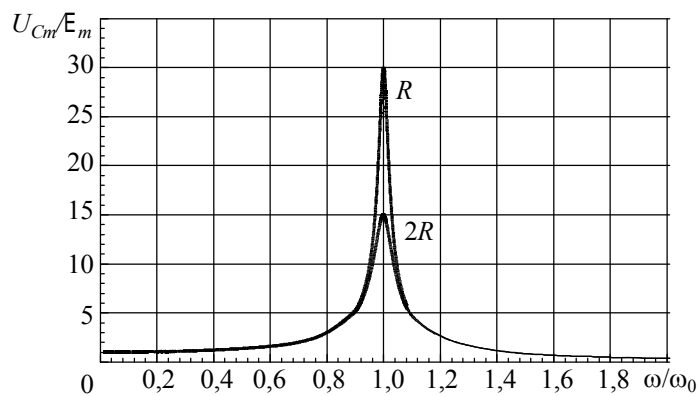

Рис.2. Амплитудно-частотные зависимости напряжения на конденсаторе
лам (6), (7) графики зависимостей $U_{Cm}(\omega)$ и $\varphi_C(\omega)$ в относительных единицах представлены на рис.2 и 3.